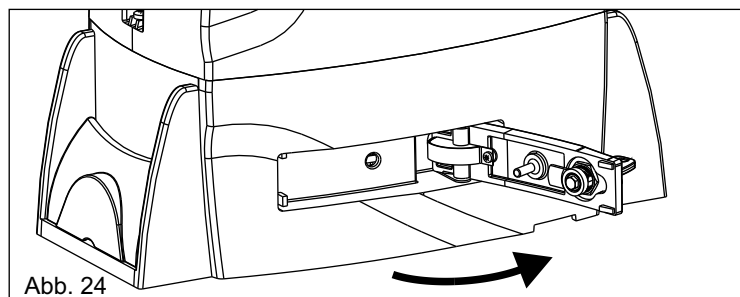

Abb. 24
- Den Entriegelungshebel bis zum Anschlag ziehen, ca. 90° (Abb. 24).